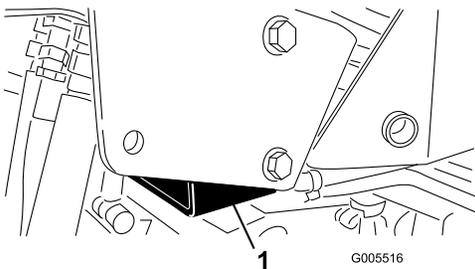

Рисунок 27
- С правой стороны — под опорной плитой домкрата и рядом с опорным кронштейном конструкции защиты оператора при опрокидывании машины (ROPS) (Рисунок 27).